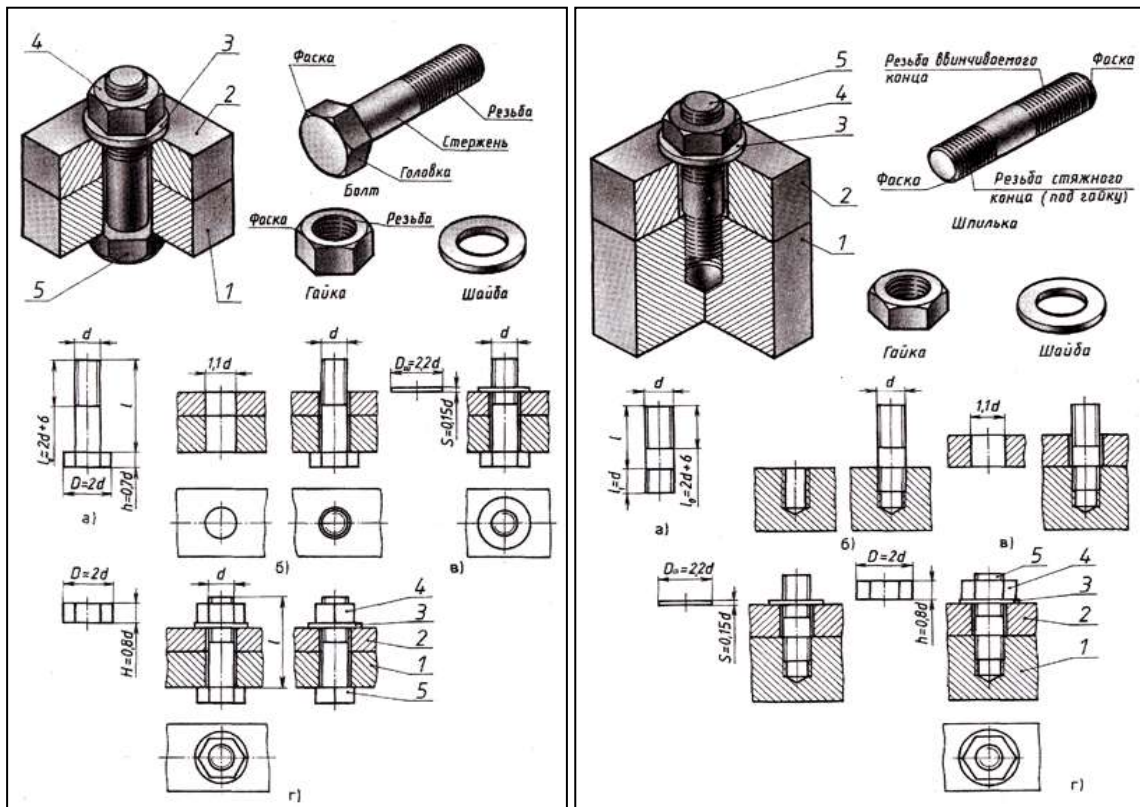

Рис.38,б Соединение болтом и шпилькой
3. **Соединение деталей шпилькой** применяют тогда, когда в одной из соединяемых деталей в связи с её реконструктивными особенностями нельзя или нецелесообразно сверлить сквозные отверстия. В соединение шпилькой входят: шпилька, шайба и гайка (рис.38,б).
Остальные размеры шпилечного соединения рассчитывают по приведенным условным соотношениям (рис.38,а)